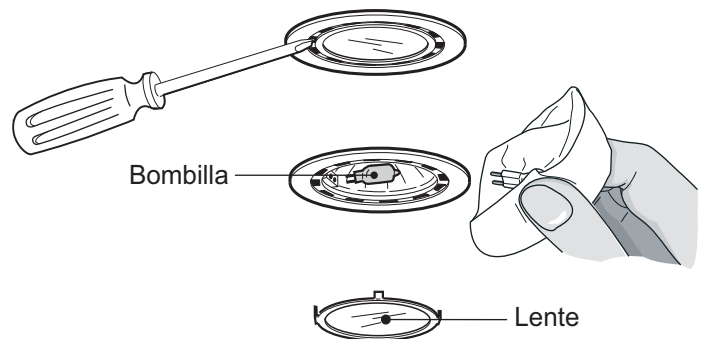

Figura 5: Sustitución de las bombillas halógenas
1. Con un destornillador de punta plana o una herramienta semejante, afloje la lente de protección haciendo palanca, como se muestra en la figura 5.